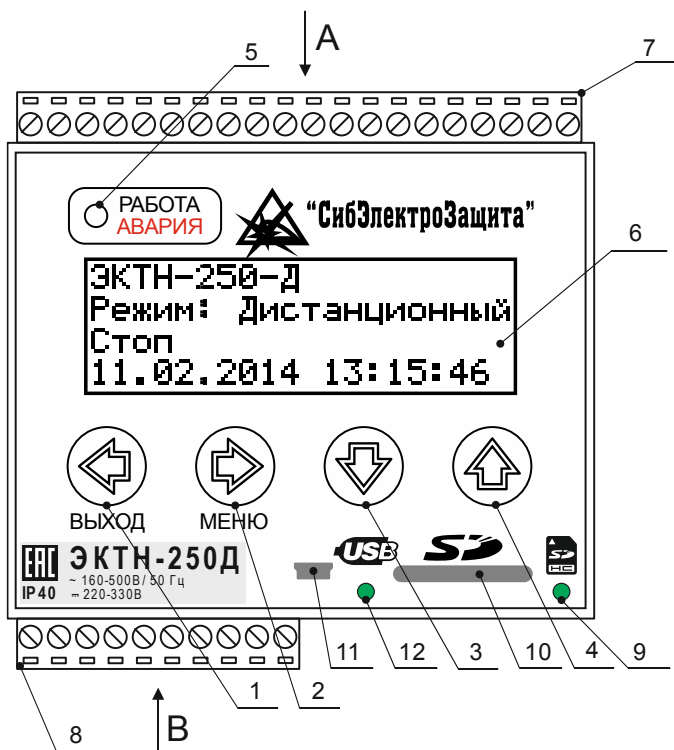

Рисунок 1 - Внешний вид контроллера ЭКТН-Д
5.1. Внешний вид контроллера и расположение его органов индикации и управления показаны на рис.1.